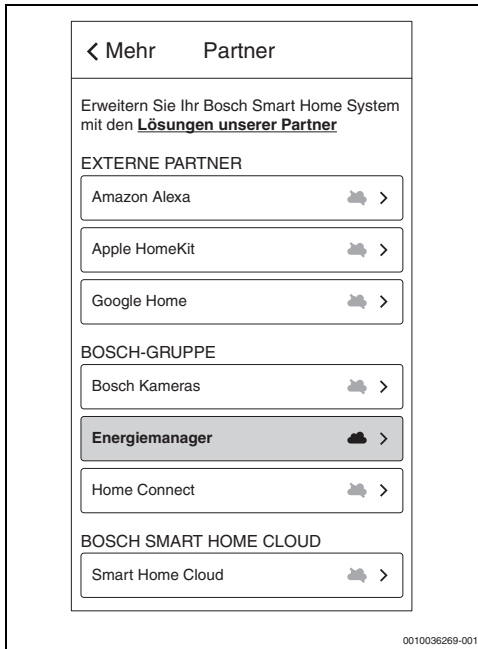

Bild 16 Menü Energiemanager auswählen
3. Im Partnerbereich aus der Liste **Energiemanager** auswählen (→ Bild 16).